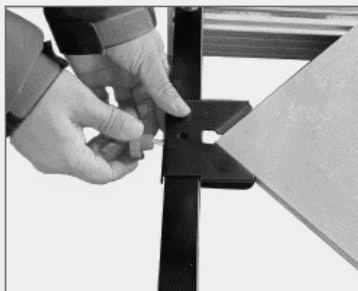
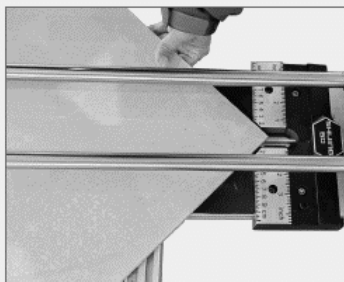

Figure 5
Figure 6
- Fixez l'accessoire de coupe diagonale à la règle (comme indiqué sur la figure 5). L'autre extrémité du carreau doit être alignée et centrée (figure 6).